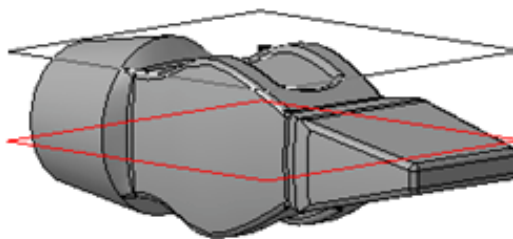

Рис. 11.21. Создание смещенной плоскости
- Выберите в Дереве модели **Плоскость ZX**. Выберите команду **Вспомогательная геометрия**  $\Rightarrow$ **Смещенная плоскость** . Выберите *Прямое направление*, *Расстояние* **12,5 мм**, в итоге построим плоскость 1. (рис. 11.21).